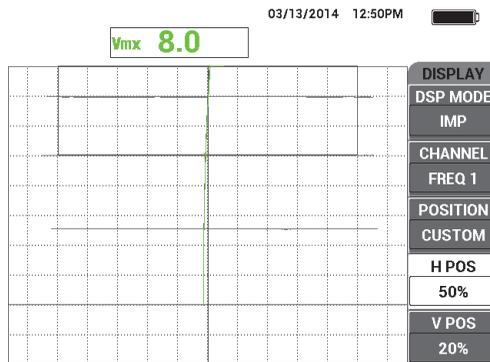

Figura 5-90 Uso de la deflexión de la señal vertical para evaluar los espesores desconocidos
11. Pulse y mantenga presionada la tecla REF SAVE (REF ); después, pulse la tecla ERASE () para poder suprimir las señales reales. Vea la Figura 5-90 en la página 209.